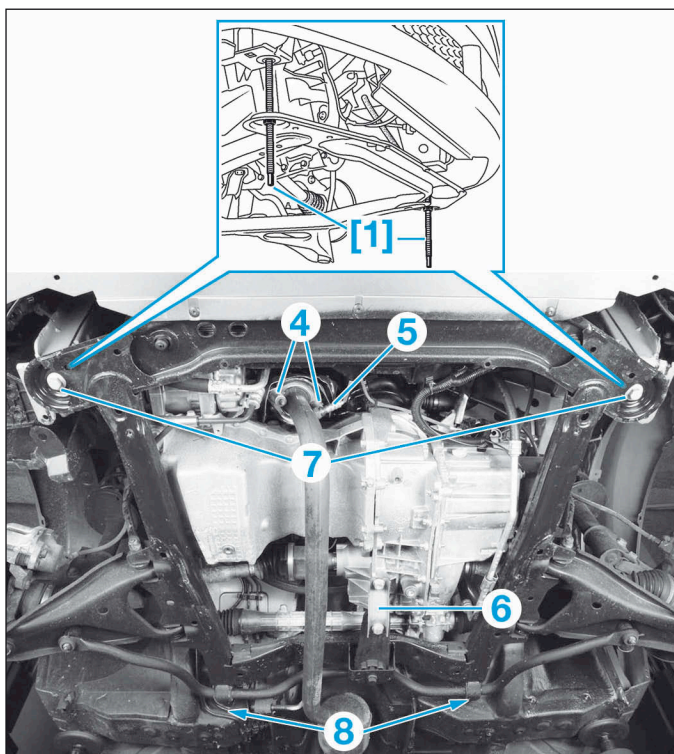

FIG.11
- [1]. Tiges filetées (référence : Tav. 1747) (Fig.11).
- Déposer les vis (4) du tube avant et soutenir ce dernier (Fig.11).